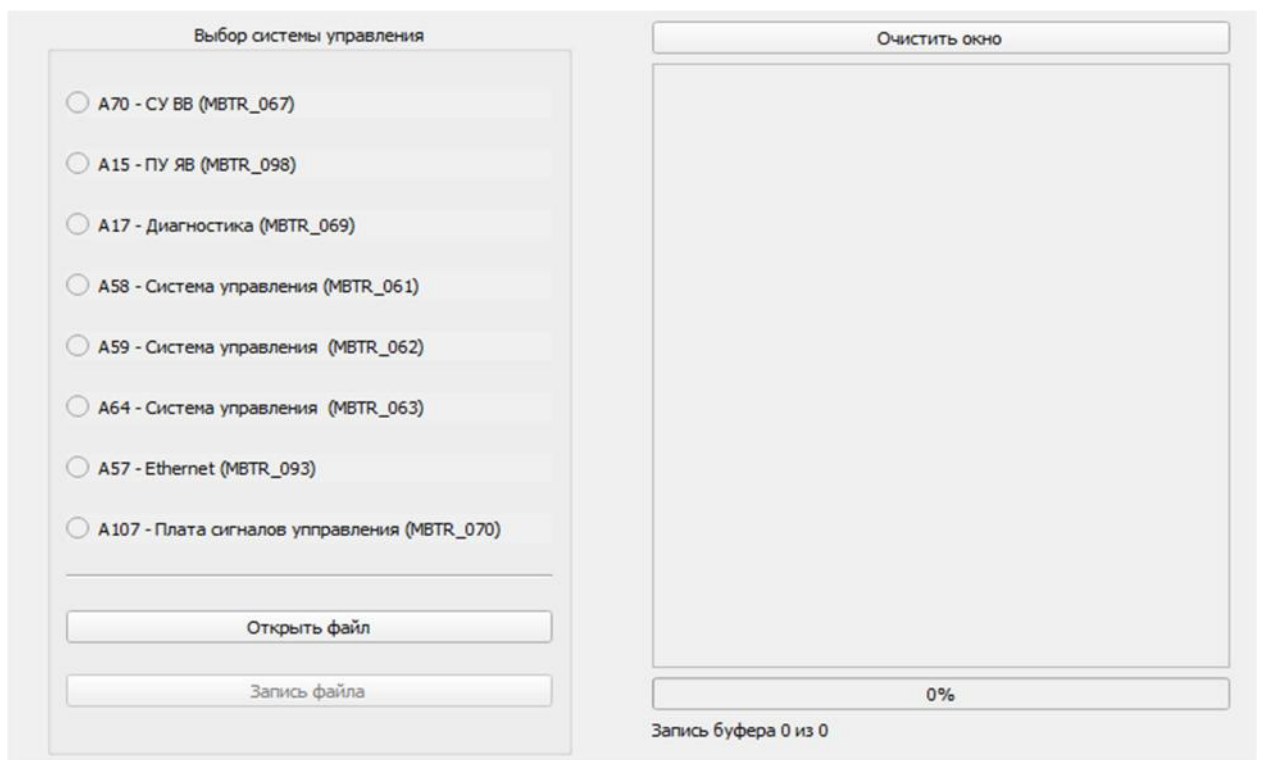

Рис. 7 – Основные параметры вкладки «Программирование»
10. Основные параметры вкладки «Программирование» представлены на рис. 7.